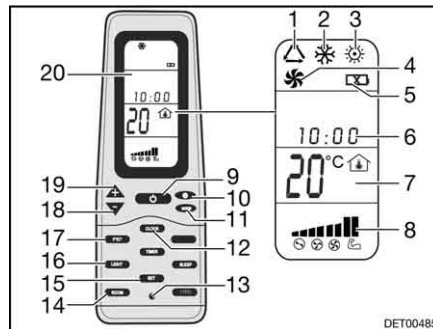

Bild 134 Fjärrstyrning
- Tryck på knappen ON/OFF (Bild 134,9).
- Tryck så många gånger på knappen "Mode" (Bild 134,11) tills önskad driftstyp (Bild 134,1, 2, 3 eller 4) visas på displayen (Bild 134,20).
- Ställ in önskad temperatur med knapparna "+" (Bild 134,19) och "-" (Bild 134,18).
- Med knappen Fläktvarvtal (Bild 134,10) väljs önskad fläktkapacitet.